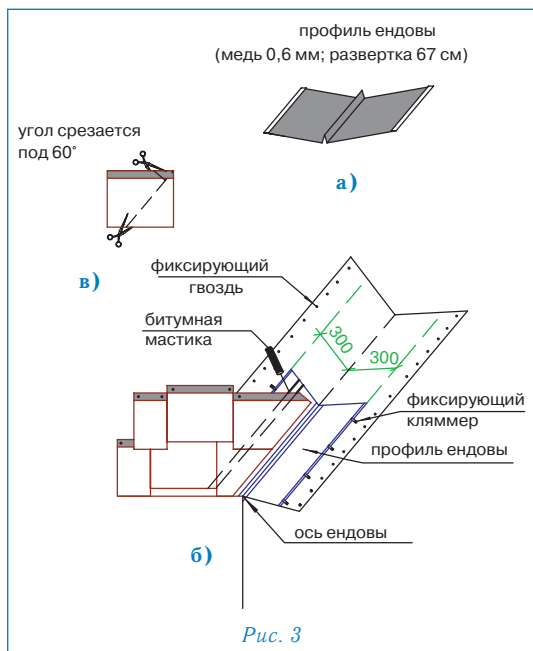

Рис. 3
Ендова (рис. 3)
- ровно по центру ендовы устанавливается профиль ендовы (медь 0,6 мм, развертка 67 см) (рис. 3а);
Внимание: 1. Необходимо так же подрезать верхний уголок обрезанного края листа (см. рис. 3в) для правильного стока воды.